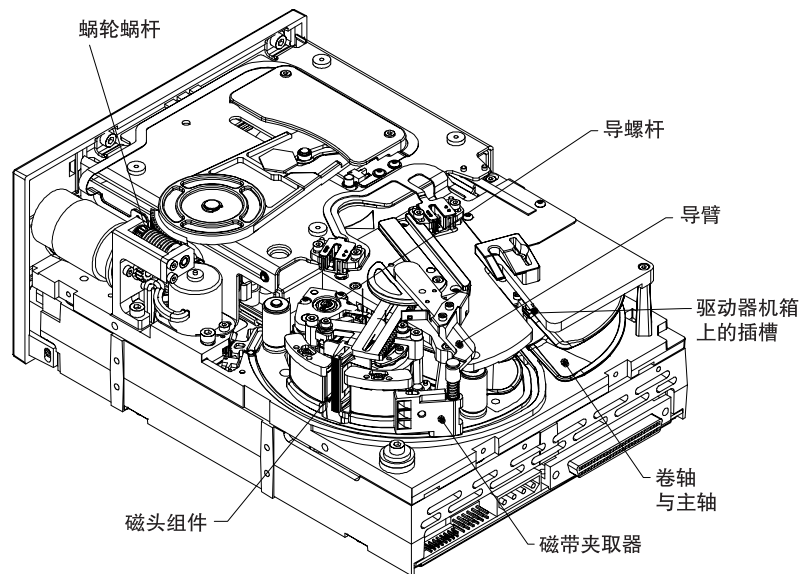

图 18. 在 Viper 200 驱动器中手动退出盒式磁带时涉及到的主要机械组件 (驱动器中未装入盒式磁带)
如果盒式磁带已载入并已定位, 而且磁带已全部或部分卷入驱动器, 则请执行以下步骤。需使用一只小号、平口螺丝刀和一只 1.5 毫米六角扳手。图 18 显示了下文叙述中涉及到的驱动器主要机械组件。
6. 旋转卷轴，使卷轴上的槽口与驱动器机箱上的槽口位置对齐（如图 18 所示）。